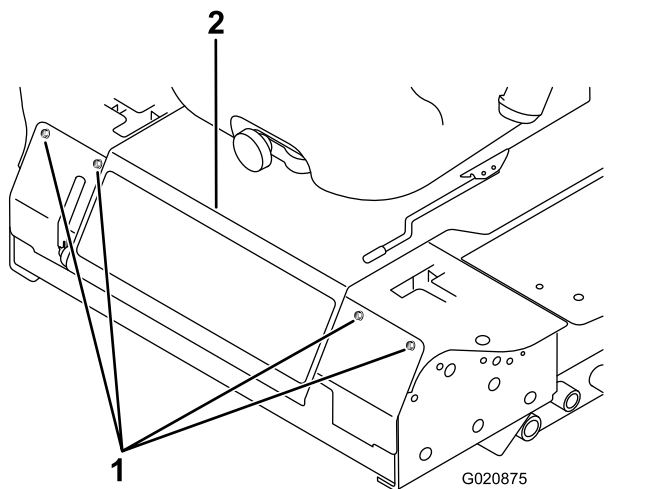

Figure 45
2. Retirez les boulons de fixation du panneau avant et déposez le panneau (Figure 45).